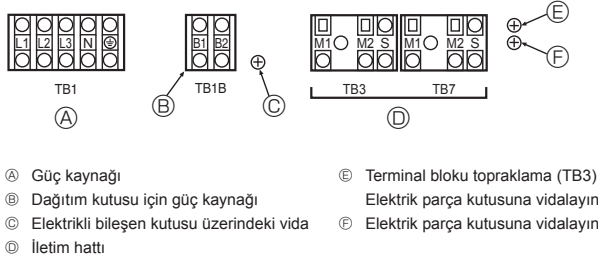

Fig. 6-1
6.2. Kontrol kutusu ve tesisatın bağlantı konumu (Fig. 6-1)
- İç ünite iletim hattını, iletim terminali bloğuna (TB3) bağlayın, veya dış ünitelerin arasındaki tesisata veya merkezi kontrol terminali bloğuna (TB7) giden merkezi kontrol sistemi tesisatına bağlayın. Korumalı kablo sistemi kullanırken, iç ünitenin iletim hattına ait koruma topraklamasını vidaya (Ⓢ ya da Ⓢ) bağlayın ve dış üniteler ile merkezileştirilmiş kontrol sistemi iletim hattı arasındaki hattın koruma topraklamasını, merkezileştirilmiş kontrol terminal bloğu (TB7) koruma (S) terminaline bağlayın. Buna ilaveten, elektrik beslemesi konektörü CN41'in CN40 ile değiştirildiği dış ünitelerin olması durumunda, merkezi kontrol sisteminin terminal bloğunun (TB7) ekran terminali (S) de kurşun tel takılarak vidaya Ⓢ ya da Ⓢ bağlanmalıdır.